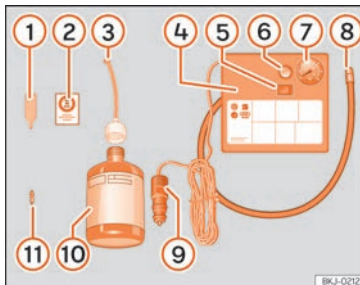

Fig. 31 Représentation standard : contenu du kit antirevaillon.
Le kit antirevaillon se trouve dans le coffre à bagages, sous le revêtement de plancher. Il inclut les composants suivants » **fig. 31** :
- Dévissez le capuchon et l'obus de la valve du pneu. Utilisez l'appareil » fig. 31 ① pour
- Agitez fortement la bouteille de produit de colmatage des pneus » fig. 31 ⑩.
- Vissez le tuyau de gonflage » fig. 31 ③ sur la bouteille de produit de colmatage. Le plombage du goulot de la bouteille est automatiquement percé.
- Retirez le bouchon du tuyau de remplissage » fig. 31 ③, puis vissez l'extrémité ouverte du tuyau sur la valve du pneu.
- Placez de nouveau l'obus de valve sur la valve du pneu avec l'outil » fig. 31 ①.
- Vissez le tuyau de gonflage du pneu du compresseur » fig. 31 ⑧ sur la valve du pneu.
- Vérifiez si la vis d'évacuation d'air est serrée » fig. 31 ⑥.
- Branchez le connecteur » fig. 31 ⑨ à une prise de courant de 12 volts du véhicule » page 154.
- Raccordez le compresseur d'air au commutateur ON/OFF » fig. 31 ⑤.
- Collez l'autocollant » fig. 31 ② sur le combiné d'instruments, dans le champ de vision du conducteur.
Revissez le tuyau de gonflage » fig. 31 ⑤ et vérifiez la pression du manomètre ⑥.